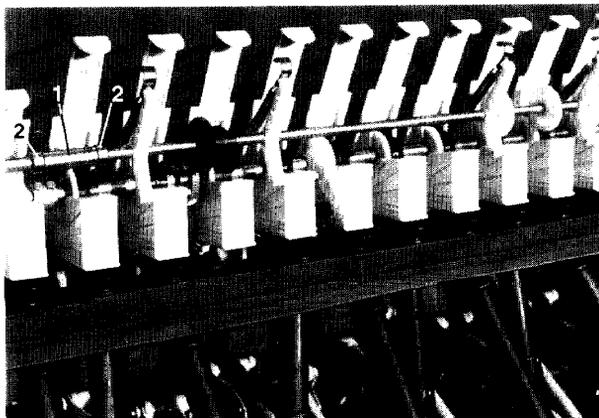

Fig. 116
- Eine Halterung (Fig. 116/1), die die Vorgelegewelle axial sichert, greift in eine Aussparung am Sägehäuse. Diese Halterung wird beim Abklappen der Vorgelegewelle aus der Aussparung herausgezogen und ist nach erfolgter Montage wieder zu befestigen. Die Halterung (Fig. 116/1) wird axial durch Stellringe (Fig. 116/2) auf der Vorgelegewelle gesichert.
Fig. 116 zeigt die Bohnensäwelle in eingebautem Zustand.